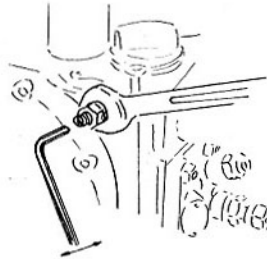

Fig. D8
- Libérer l'écrou a (fig. D8).